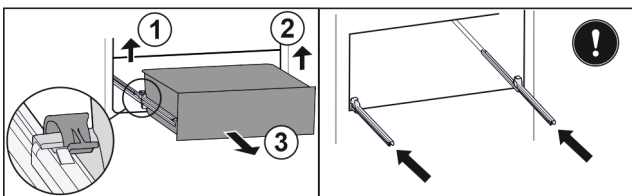

Fig. 110
- Soulever la bride gauche et tirer dans le même temps la partie gauche du tiroir vers l'avant. Fig. 110 (1)
- Soulever la bride droite et tirer dans le même temps la partie droite du tiroir vers l'avant. Fig. 110 (2)
- Retirer le tiroir par l'avant. Fig. 110 (3)